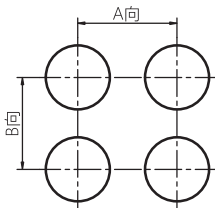

图1：装孔最小中心距离
2.1 安装孔中心之间的最小距离见图1和表2，按钮控制盒的安装尺寸见表3。